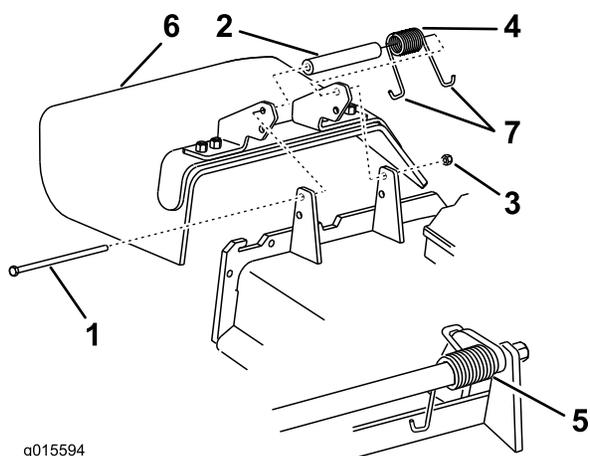

Figura 107
1. Retire la contratuerca, el perno, el muelle y el espaciador que sujetan el deflector a los soportes de pivote (Figura 107). Retire el deflector de hierba dañado o desgastado.
Nota: Asegúrese de colocar un extremo en **J** del muelle detrás del reborde de la carcasa antes de instalar el perno, según se muestra en Figura 107.
3. Instale el perno y la tuerca. Coloque un extremo en **J** del muelle alrededor del deflector de hierba (Figura 107).